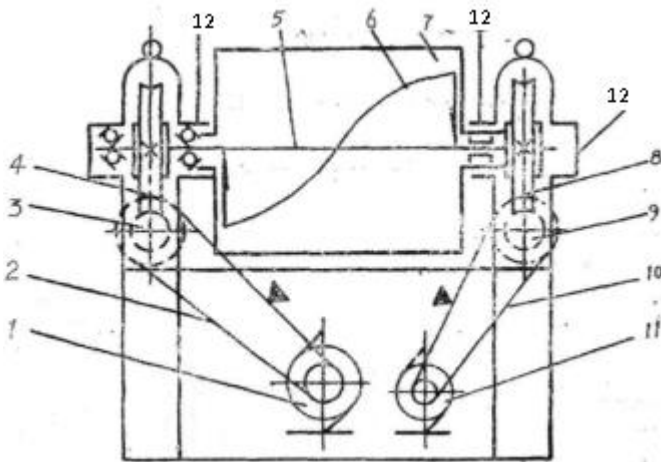

рис.1 Схема привода
- Перед первым запуском необходимо внести смазочное масло в места указанные на рис. 1 (шестерни внутри коробки червячного колеса имеют смазку). После этого дать оборудованию поработать вхолостую около получаса, проверить, не ослабло ли крепление деталей, проверить правильность отработки команд панели управления.